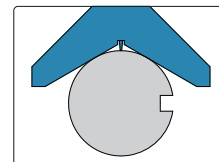

Abb. 1
---Setzen Sie die V-förmige Fläche des Tiefenmessgeräts auf die vollständige zylindrische Kante des zu prüfenden Werkstücks (Abb. 1).